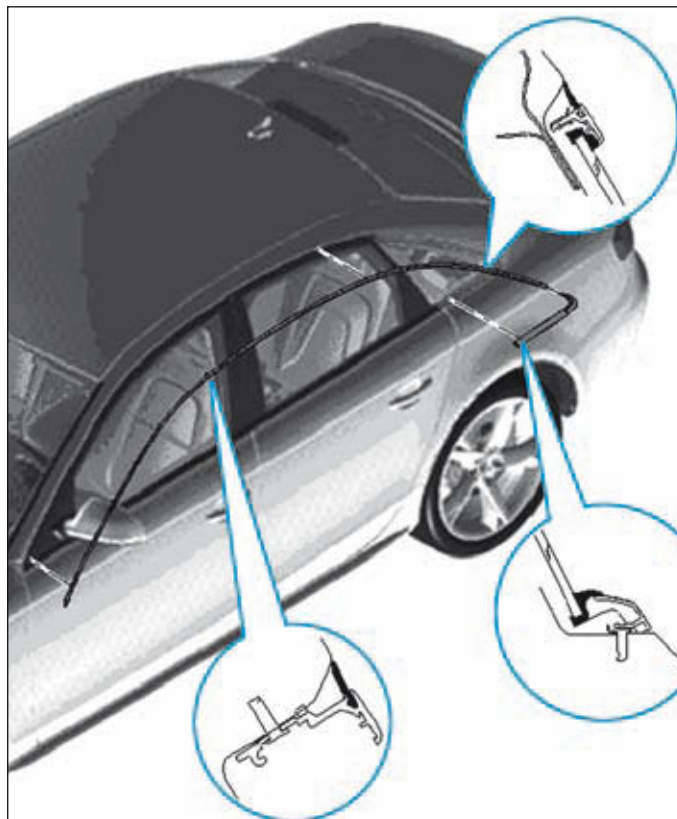

FIG. 15
- Déposer la baguette du pavillon (Fig.15).